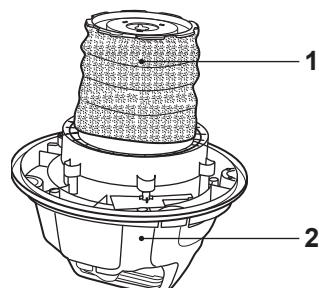

Fig. 18
Utilize a manga de espuma (13) durante as operações de aspiração húmida (Fig. 18). Manuseamento o produto sem a manga de espuma (13) pode danificar a unidade do motor.